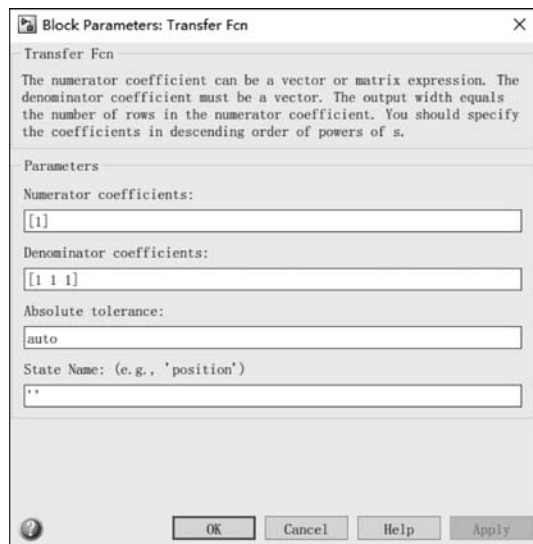

图 3-12 传递函数模型参数设置
(5) 用同样的方法分别打开连续系统模块 Continuous,选择其中的 Transfer Fcn 模块(传递函数模块)拖放到 untitled 窗口中。接收模块库 Sinks,选择其中的 Scope 模块(示波器)拖放到 untitled 窗口中。
(6) 在 untitled 窗口中,用鼠标指向 Step 右侧的输出端,当光标变为十字形状时,按住鼠标拖向 Transfer Fcn 的输入端,然后用鼠标指向 Transfer Fcn 右侧的输出端,按住鼠标拖向 Scope 模块的输入端,松开鼠标按键,就完成了两个模块间的信号线连接,一个简单模型已经建成。
(7) 双击 Transfer Fcn 模块,按指定的二阶系统传递函数 $\frac{1}{s^2 + s + 1}$,根据分子和分母多项式的系数输入模型,如图 3-12 所示。